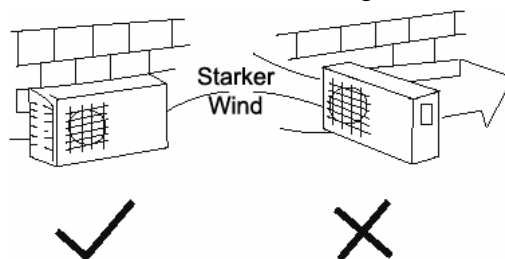

Abb.16
- Stellen Sie bei extrem starkem Wind sicher, dass der Luftstrom nicht ins Gerät zurückgeweht wird. (Siehe Abb. 16)